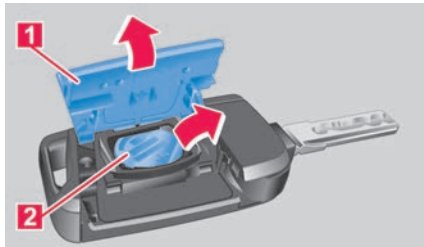

Abb. 42 Fahrzeugschlüssel: Knopfzelle wechseln.
2. Abdeckung → **Abb. 42 1** abhebeln.
3. Knopfzelle aus dem Batteriefach hebeln → **Abb. 42 2**.